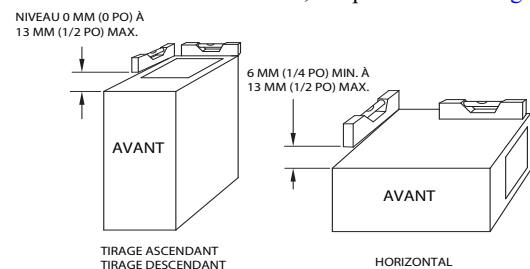

Fig. 19 – Exigences d'inclinaison de la chaudière
REMARQUE: Pour assurer une bonne évacuation du condensat, la chaudière doit être inclinée vers l'avant, tel qu'illustré à la Fig. 19.
**REMARQUE:** Pour assurer une bonne évacuation du condensat, la chaudière doit être inclinée vers l'avant, tel qu'illustré à la Fig. 19.